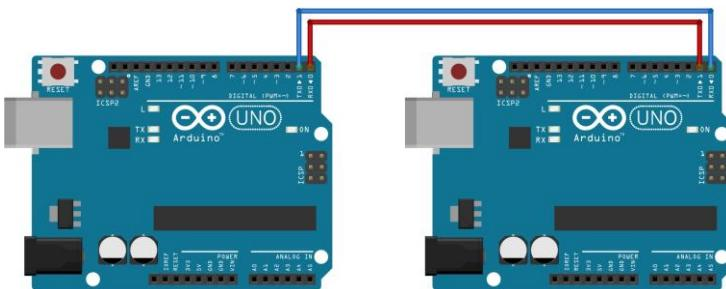

Рис. 4.2 – Схема підключення *Arduino* як *UART*- пристрою
При з'єднанні двох *UART* пристроїв вихід *TX* першого пристрою з'єднується з входом *RX* другого, а сигнал *TX* другого *UART* підключається до входу *RX* першого (рис. 4.2).
3) за допомогою сигнальних дротів з'єднати дві плати *Arduino UNO* між собою, як наприклад, показано на рис. 4.2. Переконатися що конектори приєднані у виводи надійно і правильно;